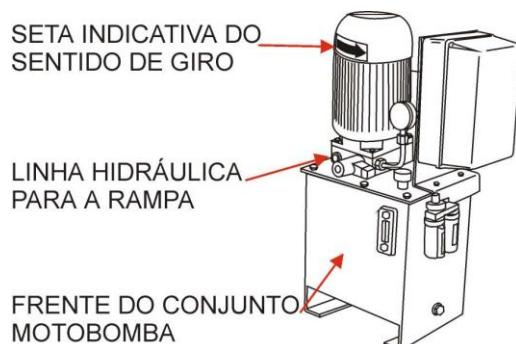

Figura 3
- Utilizando um curvador de tubos e a partir do tubo fornecido, construa a linha hidráulica de alimentação a partir da saída da bomba (motobomba) até a conexão de entrada hidráulica localizada na borda no lado esquerdo da base esquerda. Após a linha ter sido cortada e formada, instale os anéis e porcas. Consulte a Figura 3;
- Pressione rapidamente e libere o botão identificado com os símbolos "↑↑" do controle remoto para fazer funcionar o motor da motobomba observando, o sentido de giro do mesmo. O motor deverá girar no sentido anti-horário, conforme seta indicativa do sentido de giro (figura 3). Caso o motor gire no sentido horário, troque a posição de dois dos três fios do cabo de entrada de alimentação nos terminais do contator (1/L1-3/L2-5/L3).